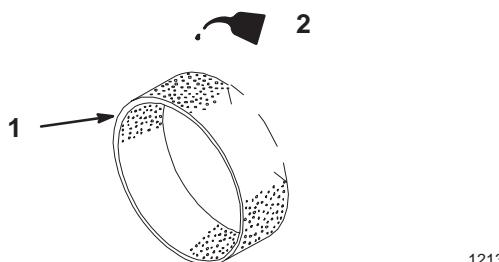

Figure 18
- C. Imbiber l'élément de 30 à 60 ml (1–2 oz.) d'huile, soit une ou deux onces (Fig. 18). Presser l'élément pour bien répartir l'huile.